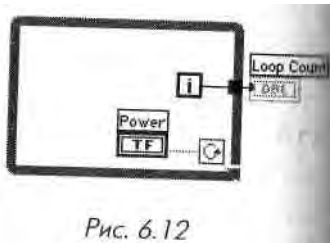

Рис. 6.12
9. Теперь перейдите к диаграммной панели и переместите элемент отображения счетчика числа итераций за пределы цикла, как показано на рис. 6.12. Вам придется вновь соеди-